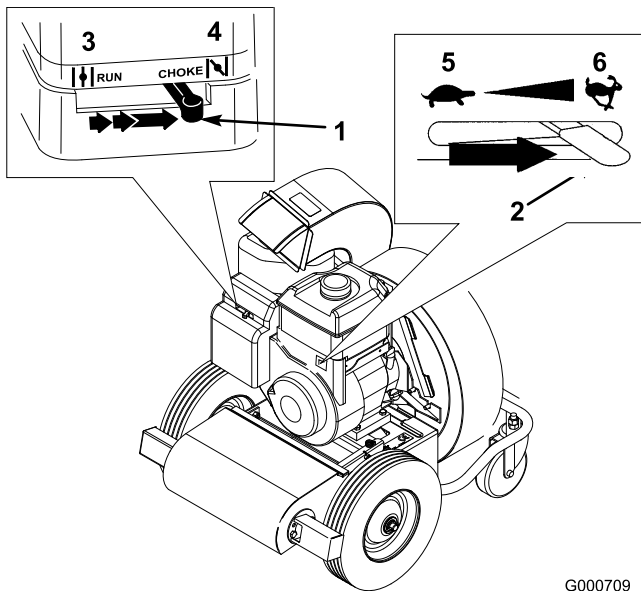

Figura 16
1. Portate la leva dello starter (sul lato sinistro del motore) in posizione Starter (Figura 16).
- Portate la leva dell'acceleratore (sul lato destro del motore) in posizione Fast (veloce) (Figura 16).
- Quando il motore si riscalda, portate lentamente lo starter in posizione Off (Figura 16).
Spostate la leva dell'acceleratore completamente a sinistra, in posizione Slow (lento) (Figura 16).